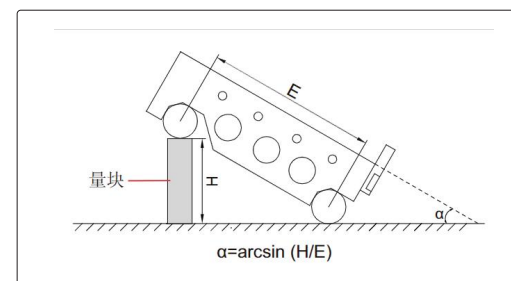

fig.2
- Comme le montre la figure 2, selon l'angle α requis, calculez à l'aide de la formule suivante :